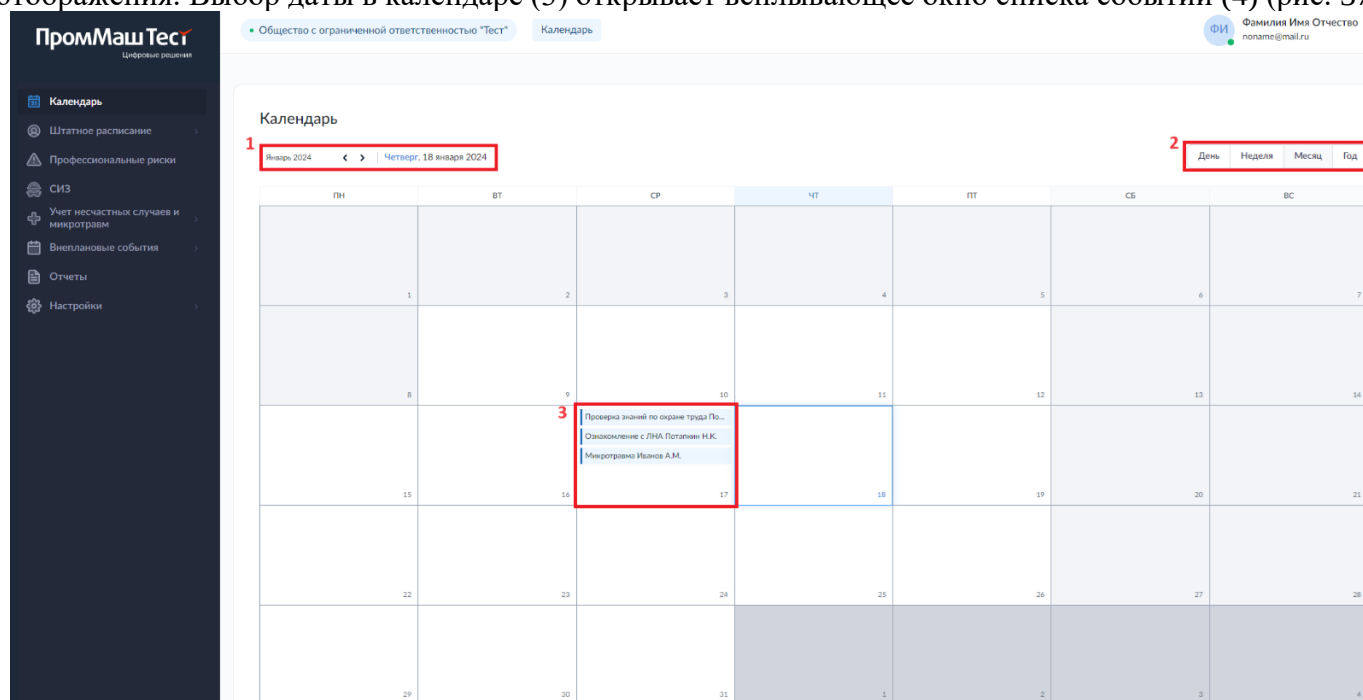
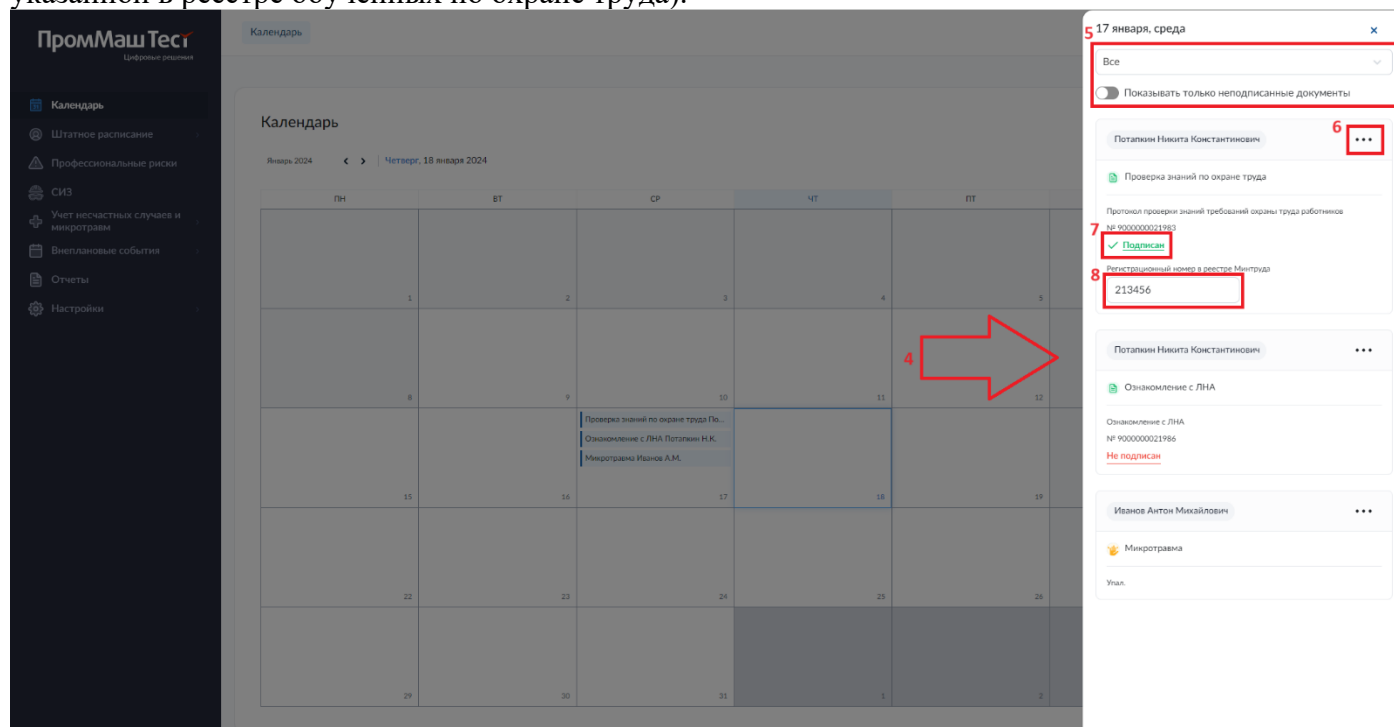

Рисунок 36. Раздел «Календарь».
Рисунок 37. Раздел «Календарь». Всплывающее окно списка событий на выбранную дату
Раздел «Календарь» позволяет просматривать все события по организации за выбранный пользователем период (рис. 36). На кнопки 1 – выбирается период отображения событий, 2 – вид его отображения. Выбор даты в календаре (3) открывает всплывающее окно списка событий (4) (рис. 37).